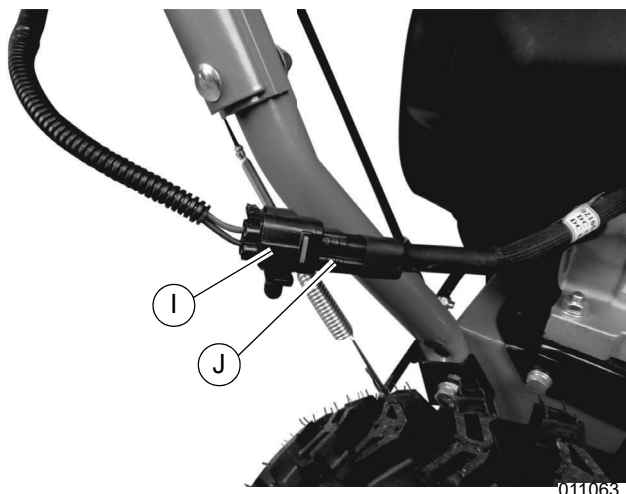

Figure 2-17. Connecteur de poignées chauffantes
19. Voir **Figure 2-17**. À l'aide d'un coupe-fil, couper le serre-câble du connecteur de poignées chauffantes (I) et brancher le connecteur de poignées chauffantes dans la fiche du faisceau (J).